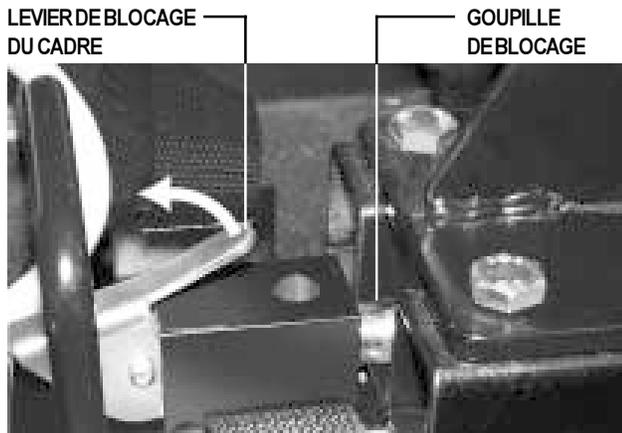

Figure 22. Blocage Des Sections
9. Tirez sur le levier de détente complètement vers l'arrière. Voir la figure 22.